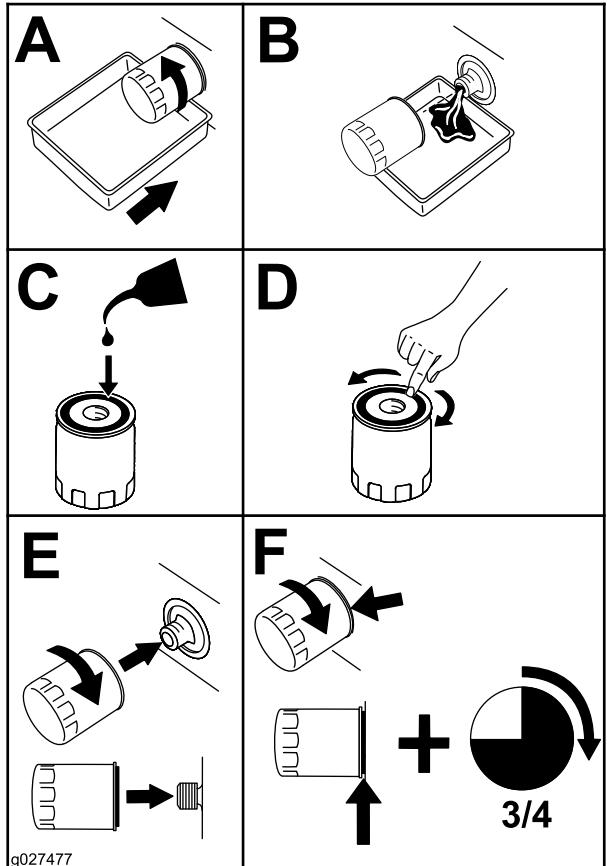

Рисунок 48
- Замените масляный фильтр двигателя (Рисунок 48).